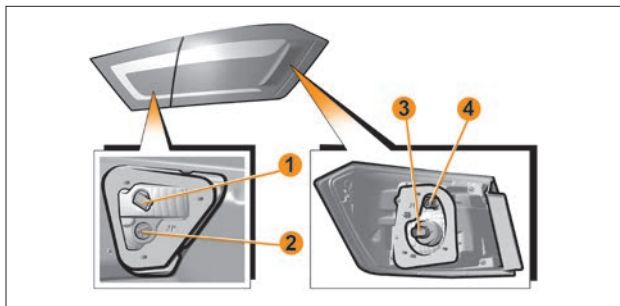
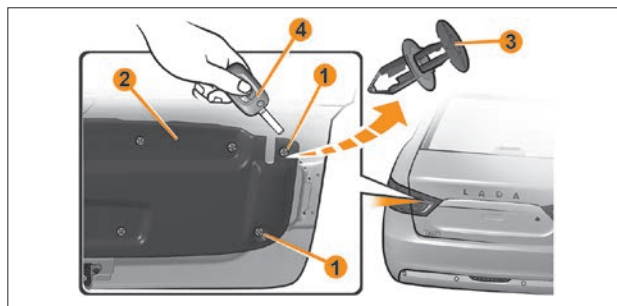

Рис. 12. Задние фонари
Рис. 13. Замена лампы света заднего хода и габаритного огня на наружном фонаре
Для замены лампы света заднего хода **1** (рис. 12) необходимо: – расфиксировать два крайних держателя **1** (рис. 13) обивки багажника **2**. Держатель обивки представляет собой конструкцию из неподвижного основания и подвижного фиксирующего «грибка» **3** (рис. 13). В поднятом состоянии «грибка» держатель расфиксирован;
- для расфиксации держателя обивки **3** (рис. 13) необходимо, например, лезвием ключа выключателя зажигания **4** (рис. 13) немного приподнять подвижную часть обоих держателей;
- преодолевая сопротивление держателей, отогнуть обивку крышки багажника для доступа к патрон-разъему **1** (рис. 12). Во избежание повреждения обивки, отгибание производить на величину не более 7–8 см;
- повернуть патрон-разъем **1** (рис. 12) против часовой стрелки и вынуть его из посадочного места в сборе с лампой;
Для замены лампы габаритного огня **2** (рис. 12) необходимо: – применяя аналогичную последовательность, что и для замены лампы света заднего хода **1**, обеспечить доступ к патрону-разъему **2** лампы габаритного огня;